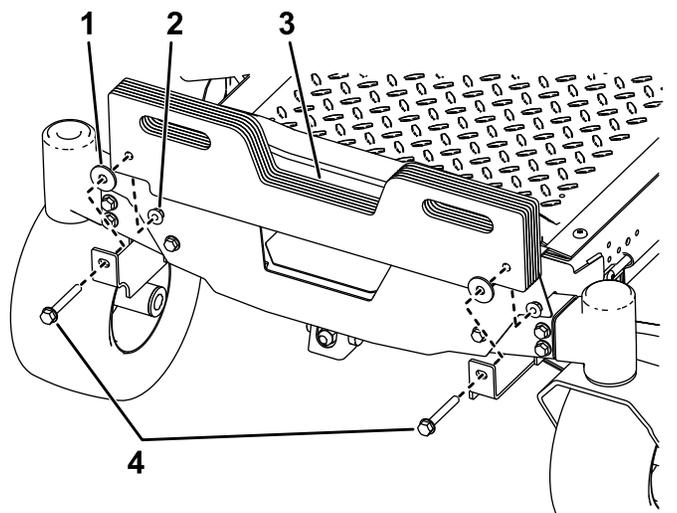

Figura 5
- Montate le zavorre a valigia sulle relative staffe di montaggio con 2 bulloni ($\frac{5}{8}$ " x $2\frac{3}{4}$ "), 2 rondelle e 2 dadi di bloccaggio ($\frac{3}{8}$ "), come illustrato nella Figura 5.